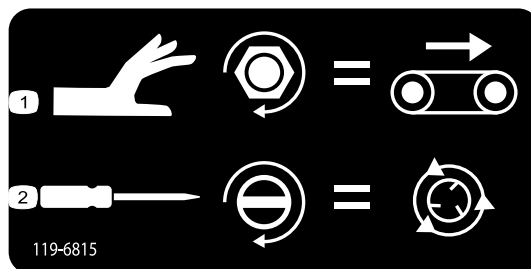

Рисунок 44
- Для регулировки скорости движения транспортера (Рисунок 44) необходимо повернуть ручку по часовой стрелке. В системе цветовой кодировки используется максимальная скорость движения транспортера, поэтому регулировка скорости движения транспортера допускается только при отсутствии гидравлического потока. Это особенно важно при заполненном грузозачемном бункере.
- Для регулировки скорости вращения разбрасывателя (Рисунок 44) необходимо использовать отвертку с плоским наконечником. Вращение ручки по часовой стрелке приводит к увеличению скорости, вращение против часовой стрелки — к уменьшению скорости.